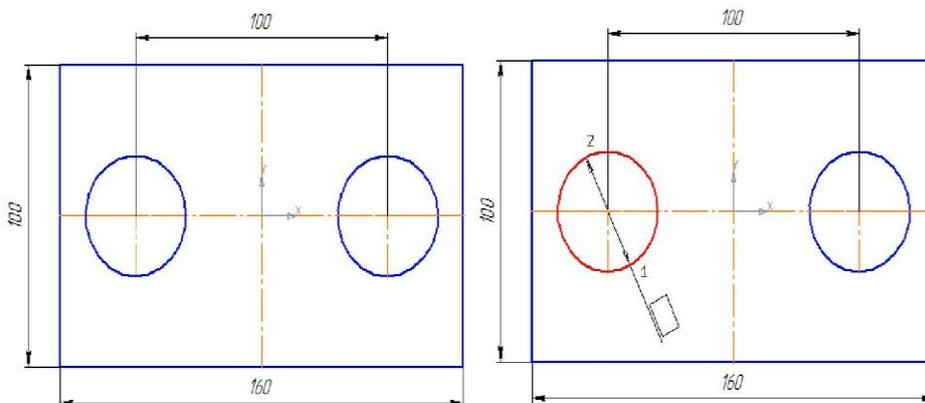

Рис. 14 Рис. 15
- аналогичным образом проставьте все линейные размеры, изменяя ориентацию размерной линии. Вводимый текст будет указываться в поле Размерная надпись (рис. 14);